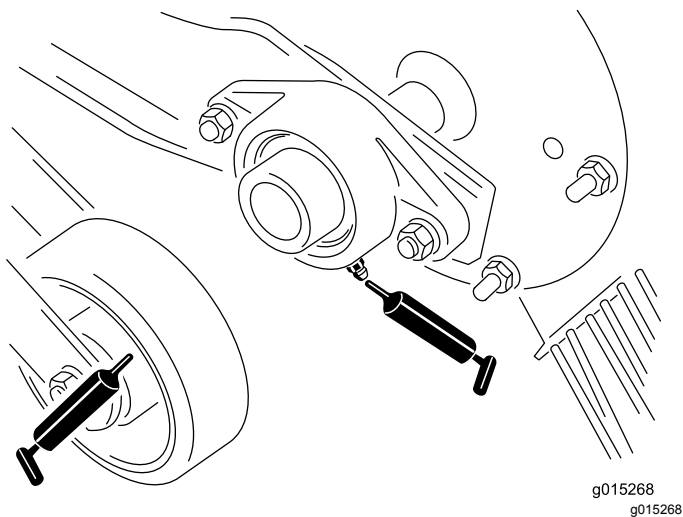
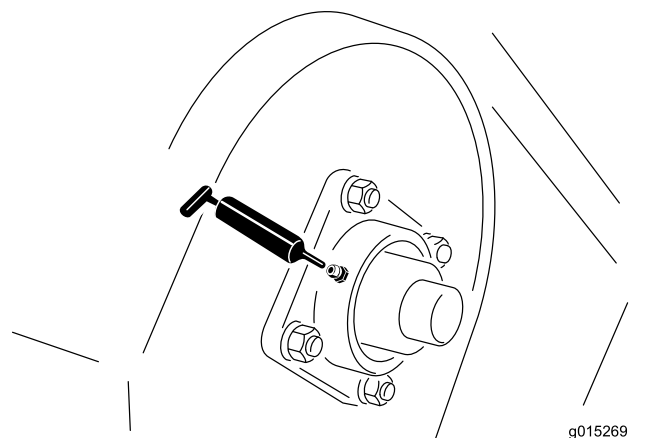
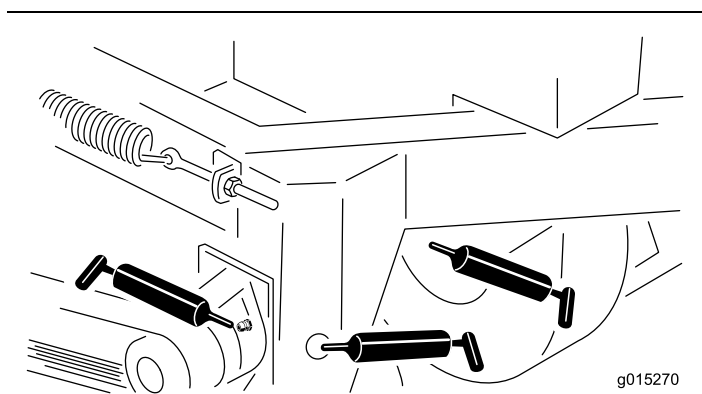

Рисунок 11
Рисунок 12
Рисунок 13
2. Закачайте консистентную смазку в подшипник или втулку (Рисунок 11, Рисунок 12 и Рисунок 13).